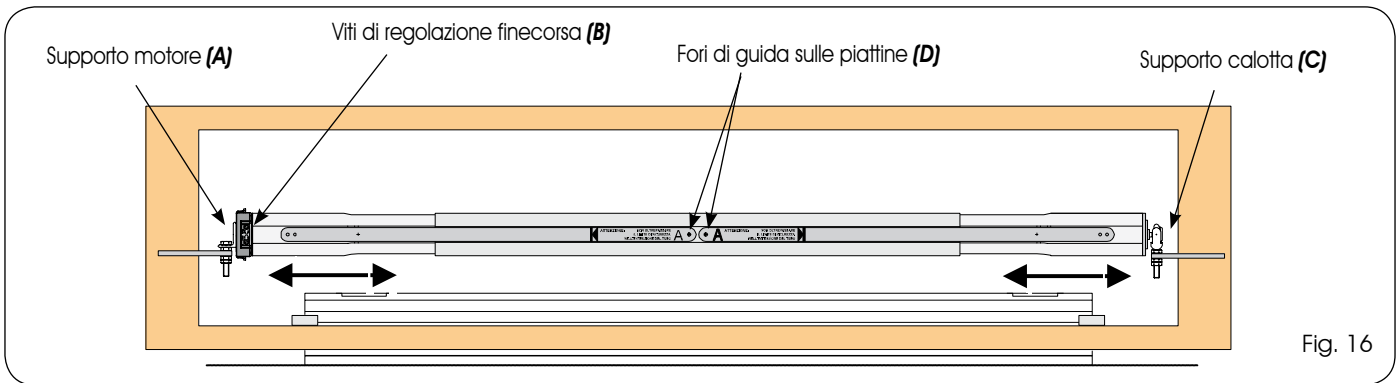

Fig. 16
1. Inserire la testata del motore nell'attacco rapido presente nel supporto motore (Fig.16 rif.A). Il motore deve essere orientato in modo tale da avere accesso alle viti di regolazione dei fincorsa (Fig.16 rif.B).
2. Fare scorrere i componenti telescopici dell'elettrorullo, fino a che la calotta non sia inserita sul cuscinetto presente nel suo supporto (Fig. 16 rif.C).
3. Controllare che il rullo sia posizionato in maniera perfettamente orizzontale, modificando eventualmente le altezze dei supporti (Fig.16 rif.A-C), tramite il sistema dado-controdado.
5. In corrispondenza dei fori di guida sulle piattine (Fig.16 rif.D), forare con una punta da ferro  $\varnothing$  5mm,
6. Nei fori (Fig.16 rif.D) avvitare le viti autofilettanti in dotazione (Fig.1 Rif. 14) fissando in maniera salda i componenti del rullo tra loro.
2. Allentare la vite che stringe la piattina.(Fig.16 rif.D)